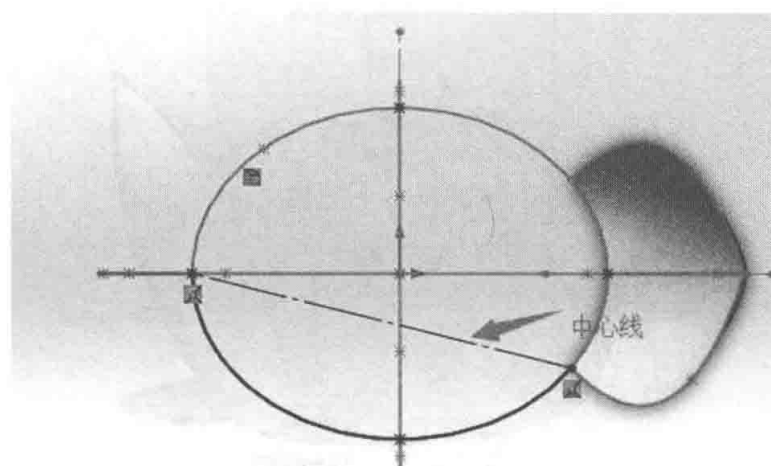

图 3-55 草图 6
(6) 选择上视基准面进行草图绘制，先对椭圆进行“转换实体引用”，然后绘制一条中心线，进行“剪裁实体→到最近端”，如图 3-55 所示。